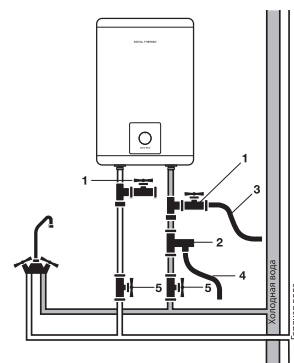

Рис. 4. Схема подключения к водопроводу моделей Genie ECO O
При подключении к системе водоснабжения необходимо предусмотреть и реализовать установку индивидуальных запорных вентилей (позиция 5 на рис. 4) на линии подачи холодной воды в водонагреватель и на линии выхода горячей. Индивидуальные запорные вентили по линии горячей и холодной воды, должны быть в закрытом состоянии в период неиспользования водонагревателя, проведении профилактических и технологических работ на линии водоснабжения. Установка и правильное использование запорных вентилей является обязательным условием при предоставлении гарантийного обслуживания, а так же залогом длительной и безаварийной работы водонагревателя. Для упрощения процесса слива воды из водонагревателя рекомендуется на входе и выходе воды из водонагревателя установить тройники (позиция 1 на рис. 4 и 5). Если ванная комната слишком мала для установки водонагревателя, он может быть установлен в любом другом помещении, защищенном от попадания прямых солнечных лучей и дождя. Однако для сокращения тепловых потерь в трубопроводе водонагреватель следует устанавливать как можно ближе к месту использования воды.
Во избежание протечек при подключении трубопровода на концы резьбовых соединений следует установить комплектные резиновые уплотнительные прокладки. Если необходимо реализовать систему водоснабжения на несколько водоразборных точек, используйте способ соединения (см. рис. 4 и 5).
13. Присоедините дренажный шланг (позиция 3 на рис. 4 и 5) к запорному крану на тройнике на входе холодной воды в водонагреватель и направьте его в канализацию, либо в место слива воды. Откройте запорный кран и дождитесь полного слива воды.